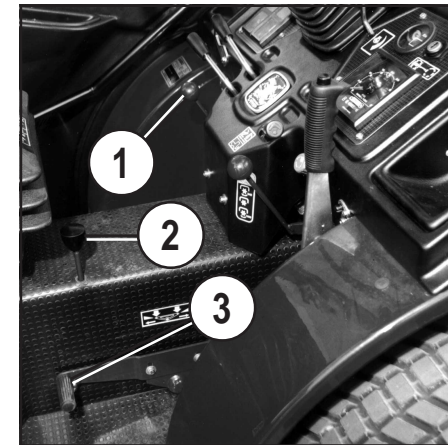

Fig. 24
- Anbring kontrolstangen for valg af hastighed i den ønskede gearposition (Lav-Normal-Høj, 1 fig. 24) og trød let på vippepedalen for at gøre operationen nemmere.
- Trød langsomt på vippepedalen for hydrostatisk gear (3 fig. 24) i ønsket køreretning. Motoren accelererer.
- Blokér evt. pedalen med stangen (2 fig. 24) for at låse hastigheden.
- Frigør stangen til blokering af pedalen (2 fig. 24) og anbring pedalen i den midterste position (stop).